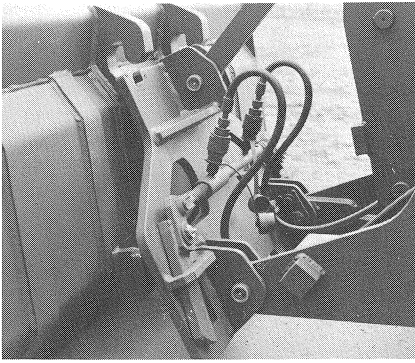

Bild 27
- (1) Schaufelarm in unterste Stellung bringen und hydraulisch betätigte Schnellwechselvorrichtung abkippen (Bild 27).
- (1) Bring shovel arm in lowest position and tip the hydraulically operated quick-change device (fig. 27).
- (1) Placer la flèche porte-godet dans sa position la plus basse. Incliner le système d'échange rapide hydraulique vers l'avant (fig. 27).